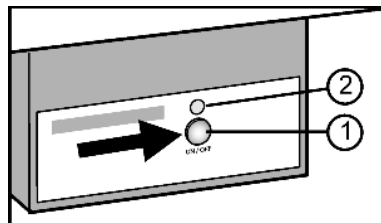

Fig. 12
- ▶ Нажмите и удерживайте кнопку On/Off *Fig. 12 (1)* так, чтобы светодиод *Fig. 12 (2)* загорелся.